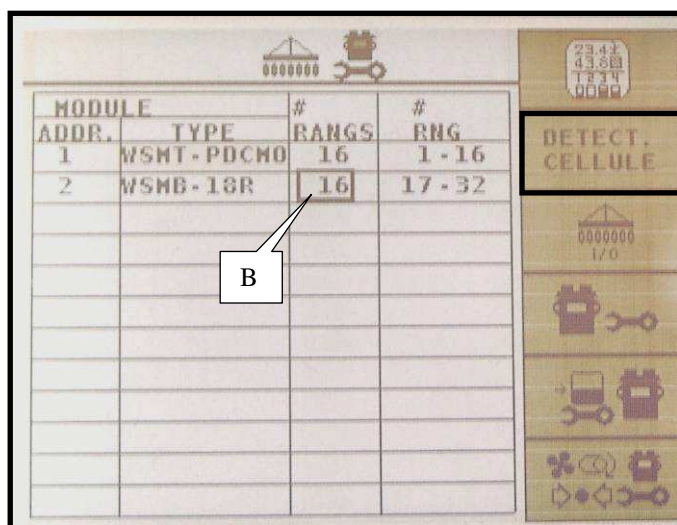

Fig. 3
- Entrer le nombre de rangs B associés à chaque module (Fig.3).
- Input the number of rows B associated to each module (Fig.3).
- Geben Sie die Zahl von mit jedem Modul verbundenen Reihen B (Abb.3) ein.